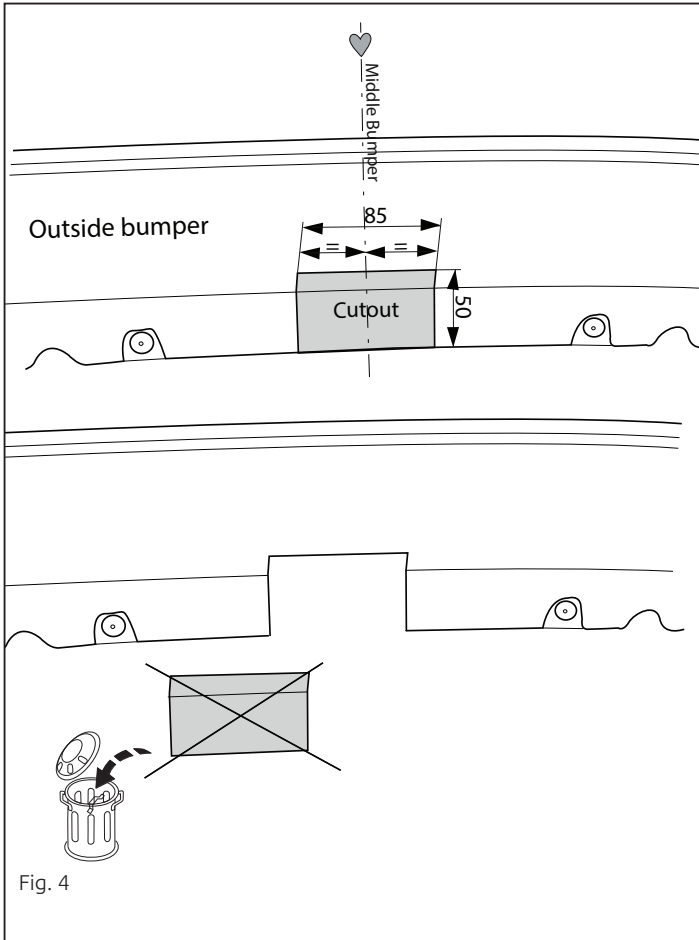

Fig. 4
8. Выпилить обозначенные части, как указано на рис. 4.